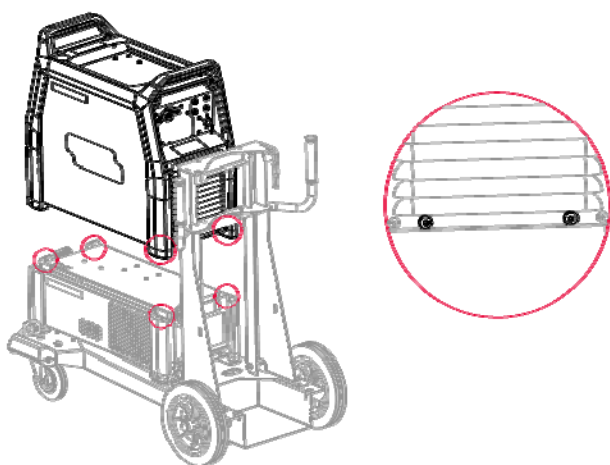

Figura 2
- Posizionare Speedtec sopra il gruppo di raffreddamento (Figura 2).